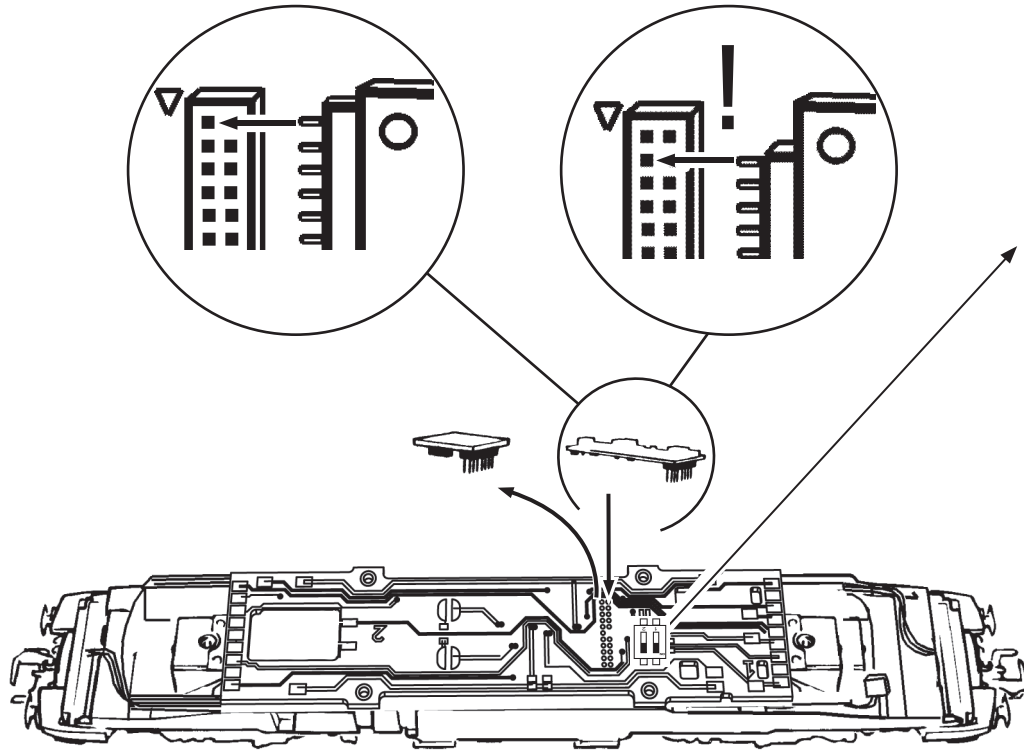

Fig. 8
2. Schmierung: Versehen Sie die im Schmierplan in Fig. 8 gekennzeichneten Stellen mit nur **kleinen Öltröpfen**. Dazu zuerst das Lokgehäuse abnehmen (Fig. 3). Wir empfehlen den **ROCO Öler Art.-Nr. 10906**. Fürs Schmieren der Getriebeteile (Zahnräder, Schnecke) empfehlen wir das **ROCO-Spezialfett Art.-Nr. 10905**. Im Falle der Schmierung diese Teile **nicht ölen**.
2. Lubrication: Apply **tiny oil drops** to spots marked in fig. 8. Prior to lubrication dismantle locomotive (fig. 3). We recommend using item no. **10906, Roco oiler**. For lubrication the gearparts (e.g. cogwheels, worm) we should recommend our Roco **special grease** (item no. **10905**).
2. Smörjning: Lägg små droppar olja på platserna som vitsas på fig. 8. **ROCO:s olja art. nr. 10906** rekommenderas för detta. Använd **ROCO:s specialfett art. nr. 10905** för smörjning av kuggjul. Om dessa delar redan är smorda/infettade vänta med smörjning/infettning till ett senare tillfälle.